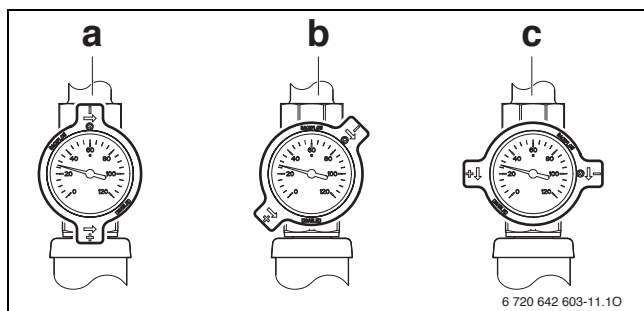

Fig. 20 Dispositivo de cierre con freno por gravedad en la alimentación
- ▶ Abrir los frenos por gravedad de la alimentación y el retorno (→ fig. 20 y 21, pág. 17).